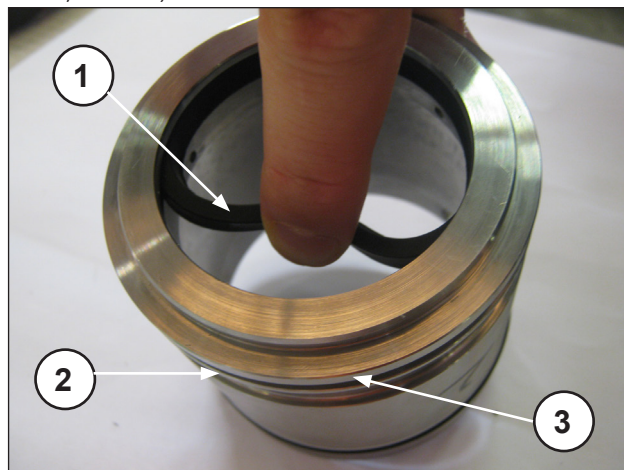

Рис. 165
Вставьте уплотнение низкого давления в опору сальниковой набивки (поз. ①, Рис. 165) так, чтобы уплотнительная кромка была направлена вперед (к торцу), кольцо O-ring и антиэкструзионное кольцо с O-ring (поз. ② и ③, Рис. 165).